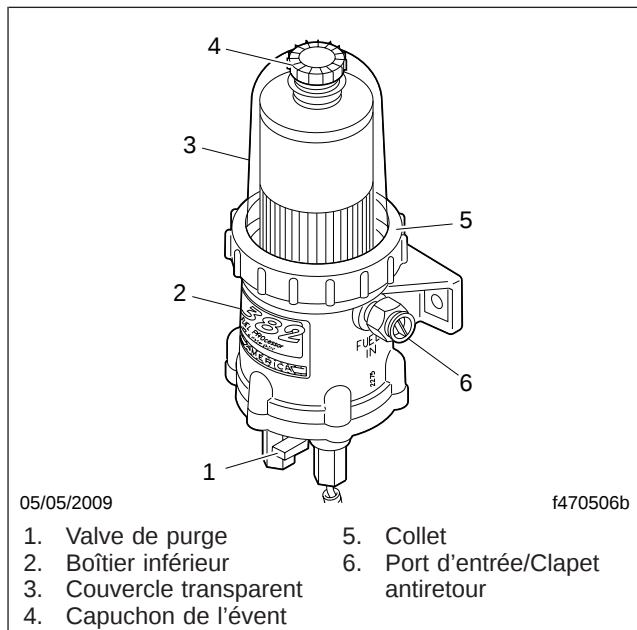

Fig. 24.2, Séparateur carburant/eau DAVCO (modèle Fuel Pro 382 illustré)
3. Retirez le capuchon d'évent (figure 24.2, élément 4) et ouvrez la valve de purge (figure 24.2, élément 1) pour vidanger le carburant jusqu'à immédiatement sous le collier, puis fermez la valve de purge.